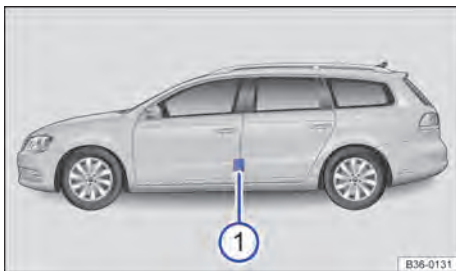

Fig. 235 Na coluna do condutor: etiqueta com as pressões dos pneus ① (alternativa ao lado interno da portinhola do tanque).
- (A) Pressão dos pneus para os pneus do eixo dianteiro.
- (B) Pressão dos pneus para os pneus do eixo traseiro.
- (1) Pressão dos pneus no carregamento parcial.
- (2) *Dependendo do veículo:* pressão dos pneus de conforto no carregamento parcial.
- (3) Pressão dos pneus no carregamento total.
- (4) Pressão dos pneus para a roda sobressalente.
A etiqueta com as pressões dos pneus fornece a pressão dos pneus correta para os pneus montados de fábrica. As indicações valem para os pneus de verão, do ano todo e de inverno. A etiqueta com as pressões dos pneus está na coluna da porta do condutor ⇒ Fig. 235 (1) ou na parte interna da portinhola do tanque.